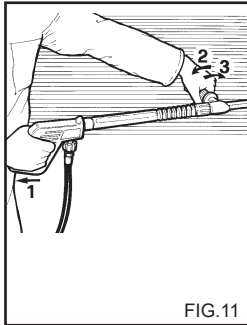
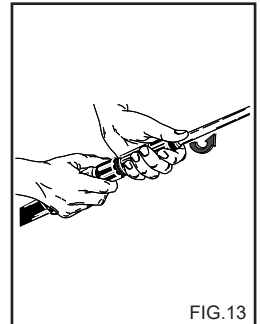

FIG.11
FIG.13
EMPLOI DE LA LANCE DOUBLE (Accessoire optionnel) (fig. 11)
2) Retirer la rallonge de la poignée et insérer la lance double ou la lance à buse réglable (fig. 13) actionner le nettoyeur, activer la commande d'aspiration du détergent placée sur la lance (fig. 11 et 12) et asperger la surface à laver de bas en haut.